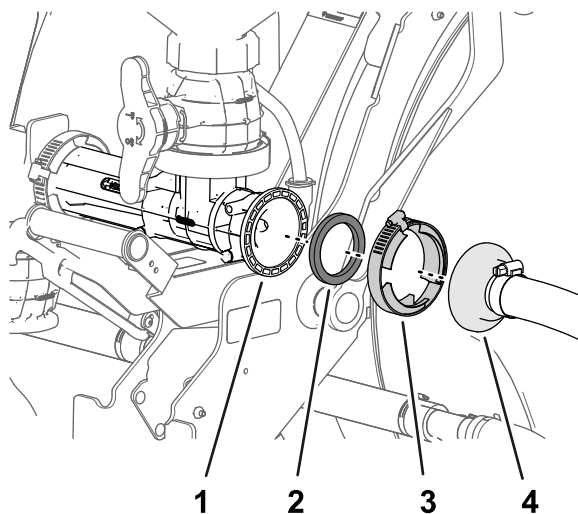

図 31
1. エダクタの給液ホースのバープ付きストレートフィッティングを、ガスケットおよびフランジクランプと共にフランジに組み付ける (図 31)。